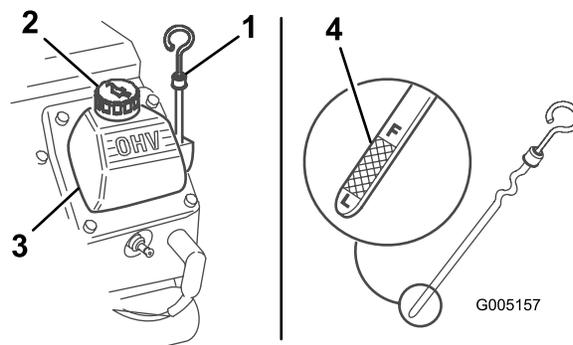

Figure 8
3. Nettoyez la surface autour de la jauge d'huile (Figure 8).
4. Sortez la jauge d'huile et essuyez soigneusement l'extrémité métallique (Figure 8).
5. Enfoncez la jauge complètement dans le tube (Figure 8).
7. Si le niveau est bas, nettoyez la surface autour du bouchon de remplissage et enlevez le bouchon (Figure 8).
8. Versez lentement une quantité d'huile suffisante dans le couvercle de la culasse pour amener le niveau au repère du plein (F).